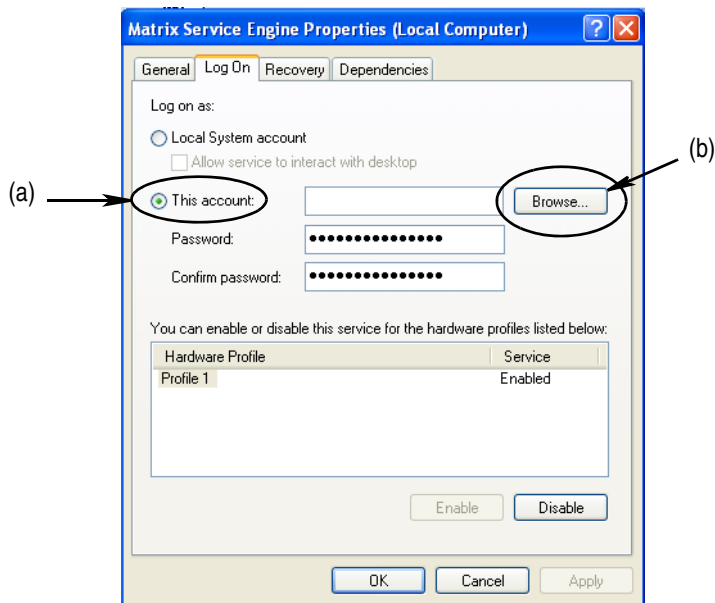

FIG. 58
- f. Seleccione “Esta cuenta” (a) (FIG. 58).
- g. Haga clic en el botón Examinar (b) (FIG. 58).
- Si se encuentra el nombre proporcionado, se volverá a mostrar la pantalla que se representa en la FIG. 58. Ingrese la contraseña de su ordenador. En el campo Confirmar contraseña, vuelva a introducir exactamente la misma contraseña.